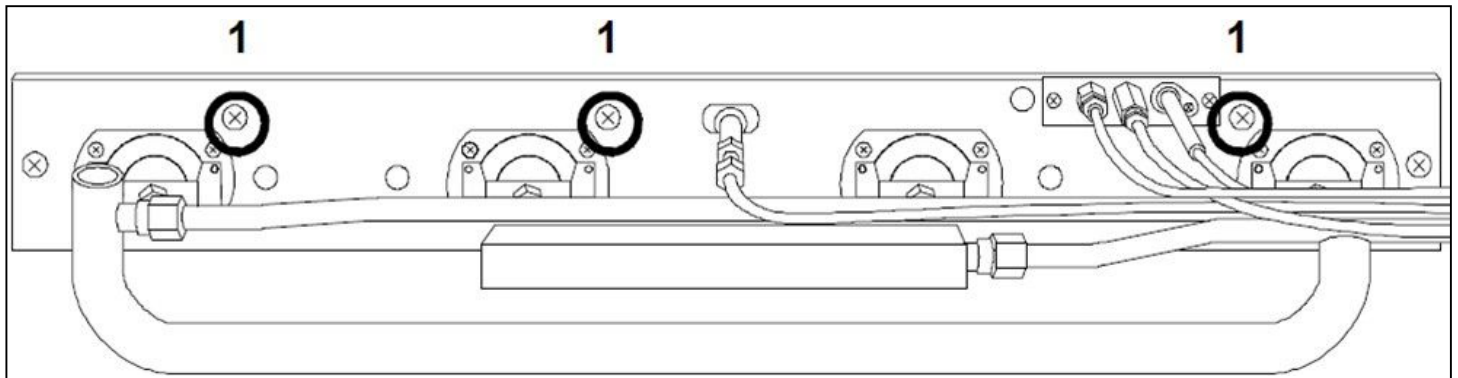

ABB.17
- Lösen Sie die 3 Befestigungsschrauben der Brennerhalterungen (ABB. 17-Bez. 1);